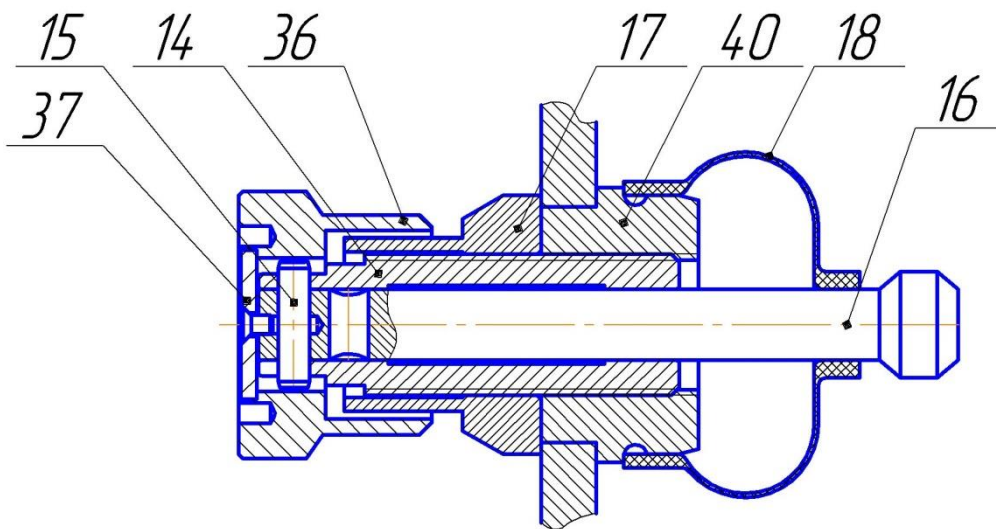

Рис. 3 Регулирующий узел ЩД 6
3.6 Замена срезного штифта (Рис. 3):